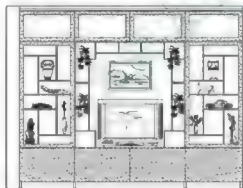

图 9-21
**步骤 15:** 将“次轮廓”图层设置为当前图层, 再使用插入块工具 $\text{I}$ 将装饰品和电视机等图块插入, 效果如图 9-21 所示。